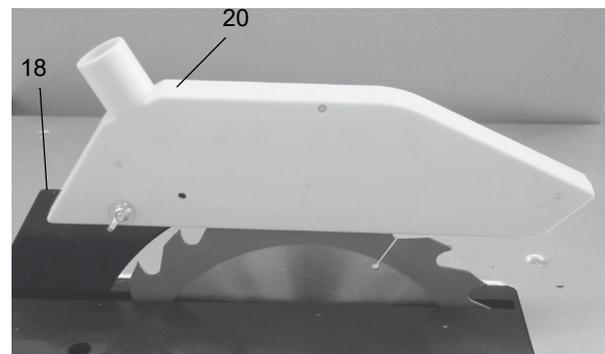

Abb. 24: Abdeckung montieren
Schritt 3: Die Abdeckhaube (20) mit Rundkopfschraube M 6 x 25, Scheibe 6 und Flügelmutter M6 an den Spaltkeil (18) (Abb.24) montieren.